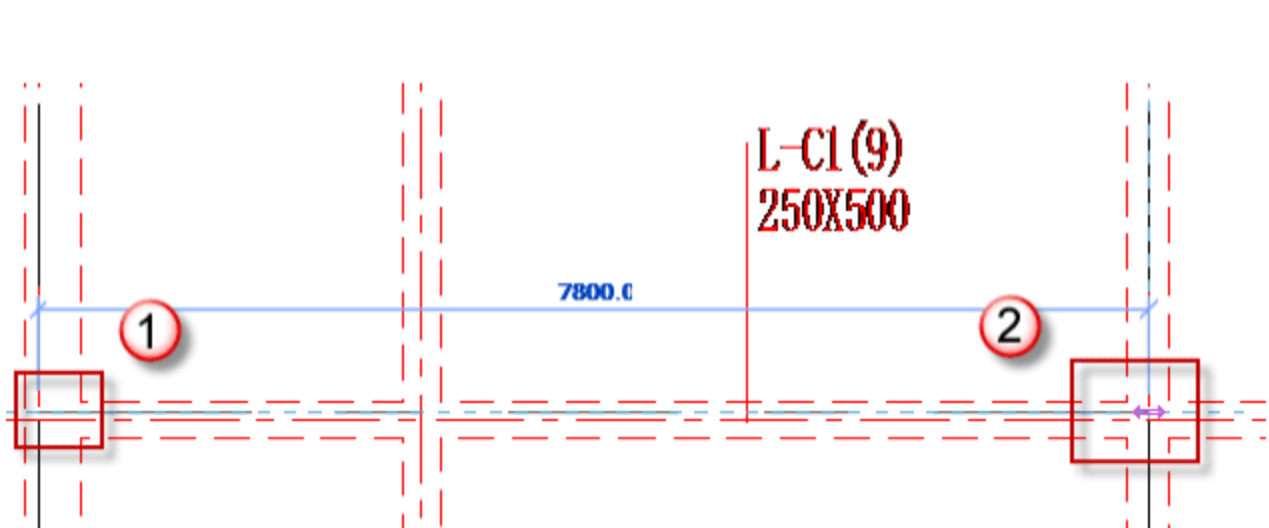

图 4.2.59 绘制 L-C1
(9) 绘制矩形框架梁 L-C1, 按快捷键 B+M, 放置平面为“标高 2”平面视图, 先单击起始柱的中心为起点, 后单击终止柱的中心为终点, 如图 4.2.59 所示。